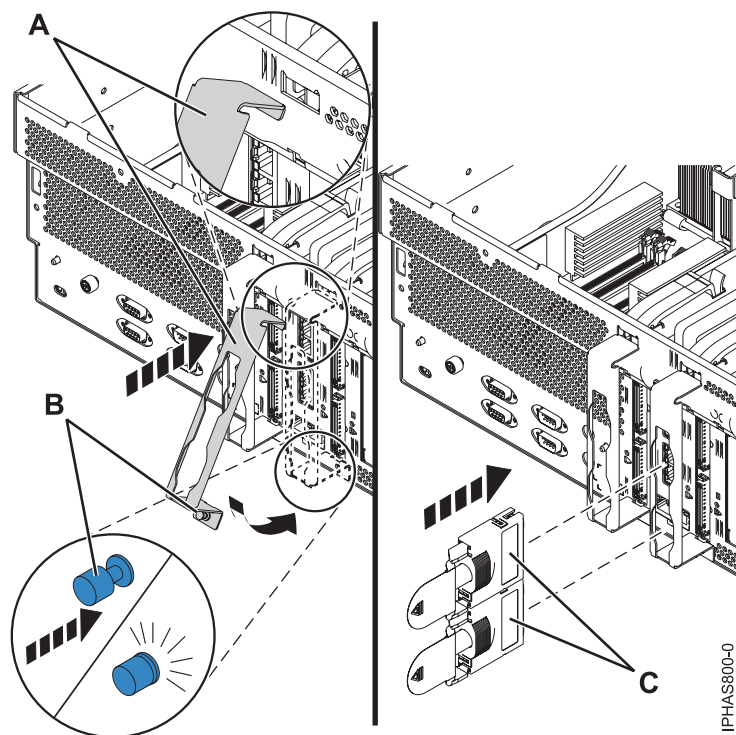

Figure 9. Installation du support de câble (modèle 04E/8A)
14. Afin de bloquer la patte supérieure dans l'emplacement du bloc, inclinez légèrement le support de câble (A) (voir la figure 9).
19. Rebranchez tous les câbles d'alimentation et de connexion à leurs connecteurs respectifs. Assurez-vous que les câbles de l'adaptateur GX **(C)** passent correctement dans les supports afin de bouger le moins possible (voir la figure 9, à la page 19).